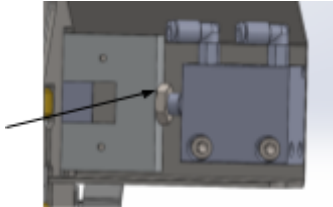

Abbildung 15
Schritt 1: Der auf dem Zylinder montierte Messerhalter ist mit einer Mutter gesichert. Diese muss abgeschraubt werden (Abbildung 15).